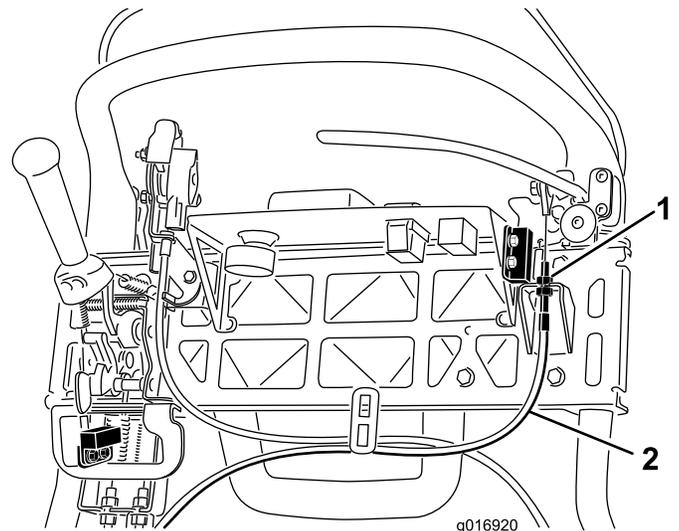

Figura 41
4. Para aumentar la tensión del cable, afloje la contratuerca superior del cable y apriete la contratuerca inferior (Figura 41) hasta que se requiera una fuerza de 156 N aplicada a la palanca de freno para quitar el seguro del freno de estacionamiento. No apriete demasiado, porque la cinta del freno puede agarrarse.